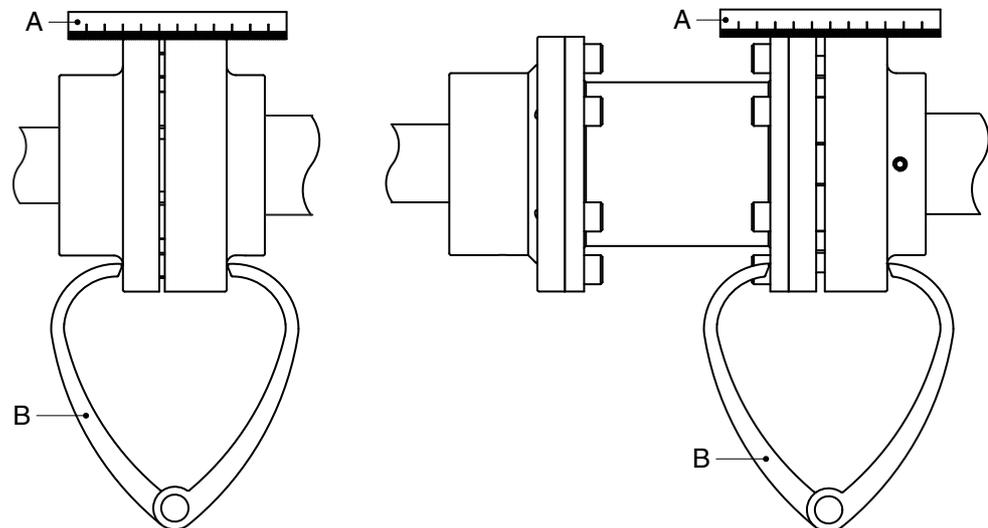

Figure 3: Alignement de l'accouplement à l'aide d'une règle et d'une paire de compas d'épaisseur externes.
- 7 Poussez le demi-accouplement supérieur vers le bas. Pour la distance correcte entre les demi-accouplements, voir figure 3 avec le tableau correspondant. Fixez ensuite le demi-accouplement sur l'arbre du moteur.
- 2 Placez une règle (A) sur l'accouplement. La règle doit être en contact avec les deux demi-accouplements sur toute la longueur, voir figure 3
- 4 Vérifiez encore l'alignement à l'aide d'une paire de compas d'épaisseur externes (B) en deux points diamétralement opposés sur les côtés des demi-accouplements, voir figure 3.